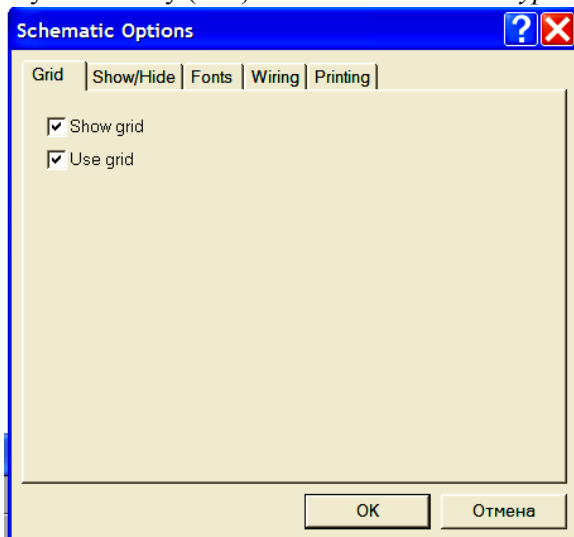

Рис. 1.3. Вікно активізації нанесення сітки на екран
- у виниклому підменю вибрати закладку **Grid** активувати опцію **Showgrid**, нажавши *ЛКМ* у відповідному віконці (рис.1.3). Опція буде активна тільки при включеній опції **Usegrid**– використати сітку;